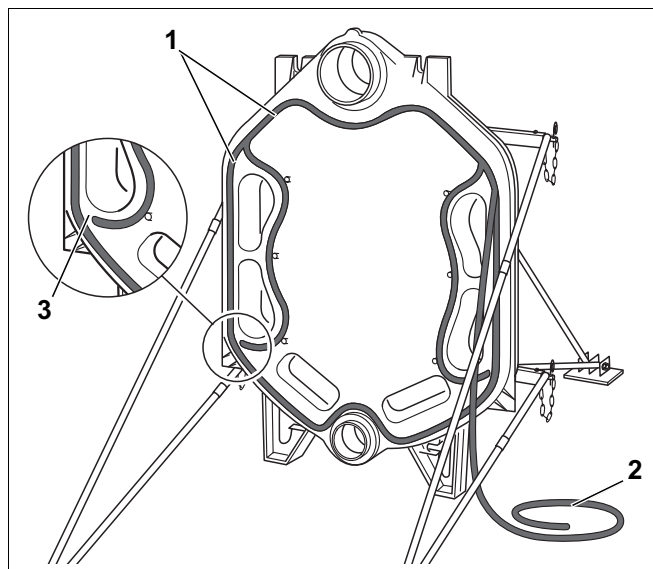
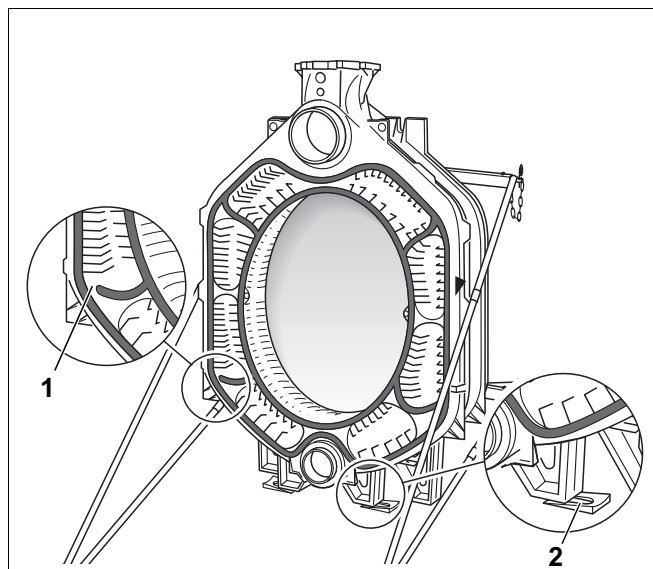

Fig. 11
Fig. 16
- Legg den elastiske pakningssnoren (fig. 11, **pos. 2**) inn i pakningsnotene (fig. 11, **pos. 1**) på forsiden av bakelementet, begynn i øvre navområde og trykk svakt. I skjøtene skal pakningssnoren overlappe 2 cm og trykkes godt sammen.
I skjøtene på høyre og venstre side (fig. 11, **pos. 3**) er den elastiske pakningssnoren brutt.
I fig. 16 er midtelementet med turstuss vist. Niplene for montasje av det neste midtelementet er satt inn i de tilsvarende navene. Pakningsnoren er allerede lagt inn i pakningsnoten. Som vist for bakelementet (fig. 11) er den elastiske pakningsnoren brutt også her (fig. 16, **pos. 1**). Kjelelementet er satt på plass ved hjelp av kjelelement-fotkiler, slik at monteringen lettes (fig. 16, **pos. 2**).